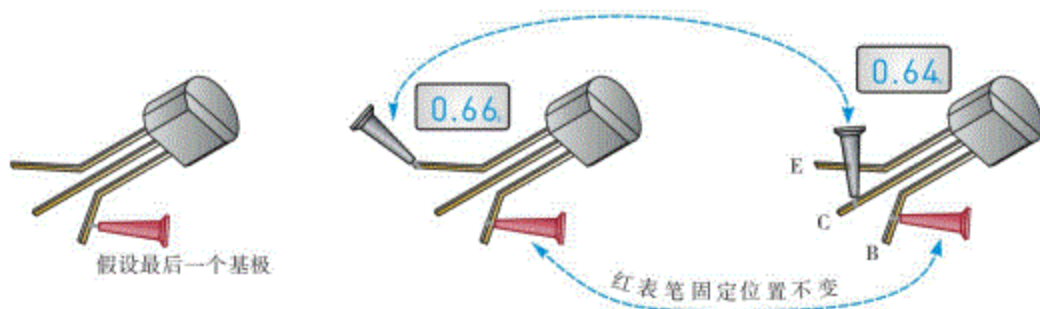

图9.105 假定余下的电极为基极
⑨若上一假定测试又是两次读数都大，则**再**假定余下的电极为基极（参见图9.105），然后重复前面②~④的检测分析步骤，若两次的万用表读数都很小，则红表笔所接为基极，管子为NPN管；读数相对较小的一次，黑表笔所接为集电极；余下的为发射极。